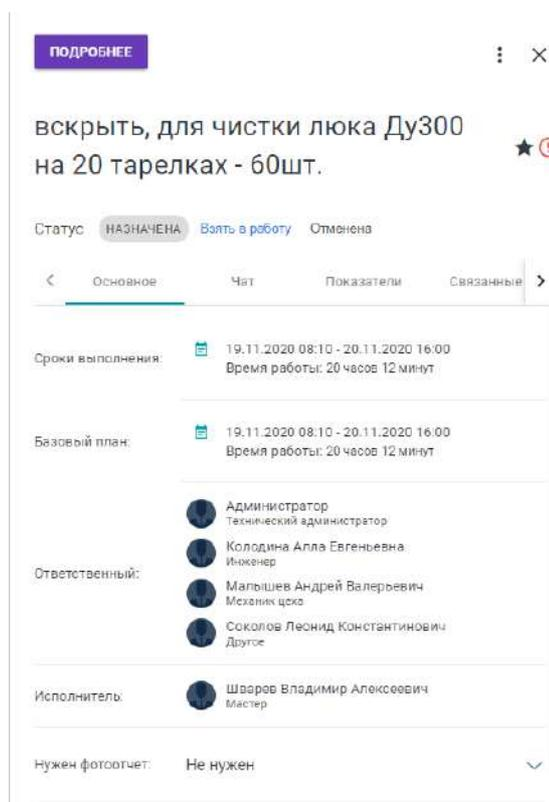

Рисунок 66 — Боковая карточка работы web-версии приложения
- На вкладке «Основное»: находится основная информация по работе (сроки, статус, ресурсы, фотоподтверждение начала работы, ответственные и исполнители) (см.рис.66).